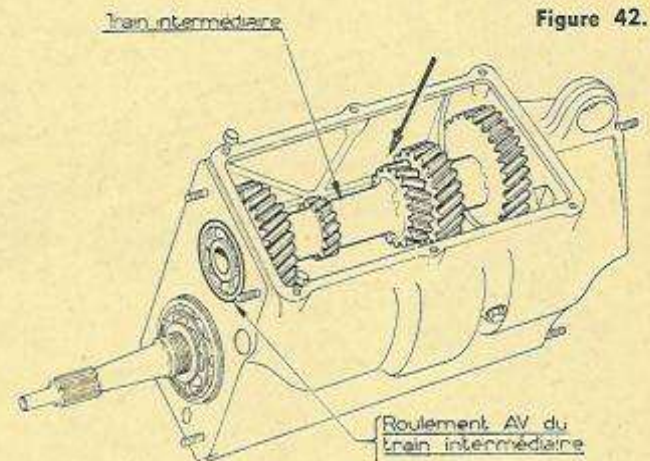

Figure 42.
• Mettre en place le train intermédiaire et son roulement AV (fig. 42).